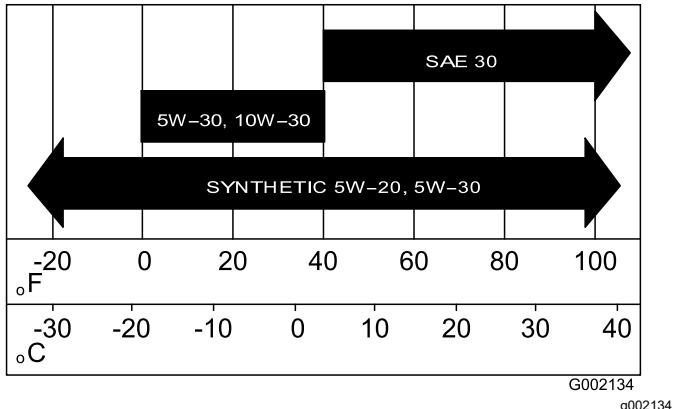

Рисунок 34
- Залейте в картер двигателя масло указанного типа (Рисунок 34).